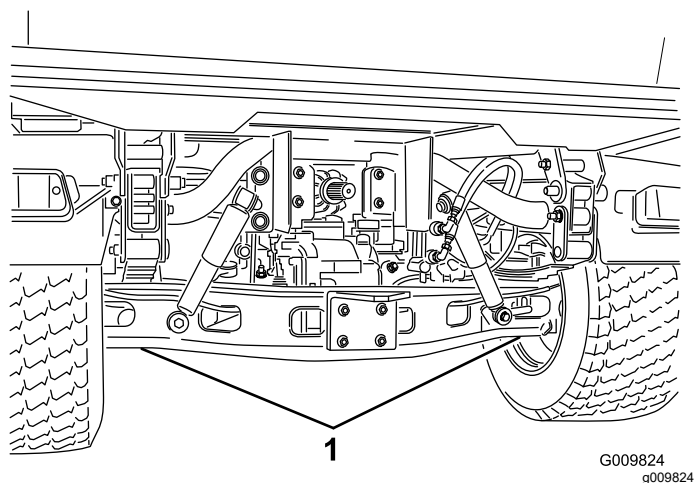

Figura 37
- El punto de apoyo del gato en la parte delantera de la máquina se encuentra en el travesaño central delantero del bastidor (Figura 36), y en la parte trasera está debajo del tubo del eje (Figura 37).